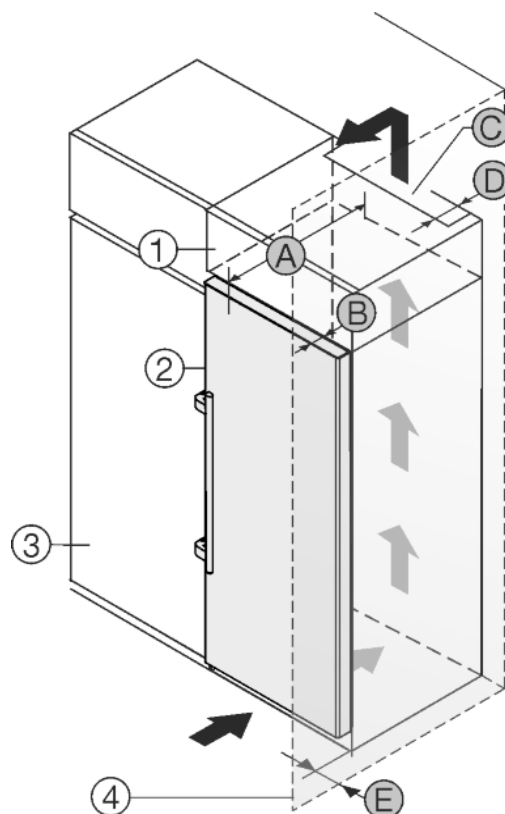

Fig. 20
Přístroj lze zabudovat do kuchyňských skříní. K vyrovnání přístroje Fig. 20 (2) na výšku kuchyňské linky lze na přístroj nasadit nástavec Fig. 20 (1).
Přístroj lze instalovat přímo vedle kuchyňské skříňky Fig. 20 (3). Aby bylo možné dvířka plně otevřít, musí přístroj přesahovat o hloubku Fig. 20 (B) vůči přední linii kuchyňské skříňky. V závislosti na hloubce kuchyňských linek a použití vymezovačů odstup od stěny může přístroj vyčnívat dále.
- Na zadní straně nástavné skříňky musí být větrací šachta hluboká Fig. 20 (D) přes celou šířku nástavné skříňky.
- Pod stropem místnosti musí být dodržen ventilační průřez Fig. 20 (C).
Pokud je přístroj se závěsy instalován vedle stěny Fig. 20 (4), musí být dodržena vzdálenost Fig. 20 (E) mezi přístrojem a stěnou. To odpovídá přesahu madla při otevřených dvířkách.